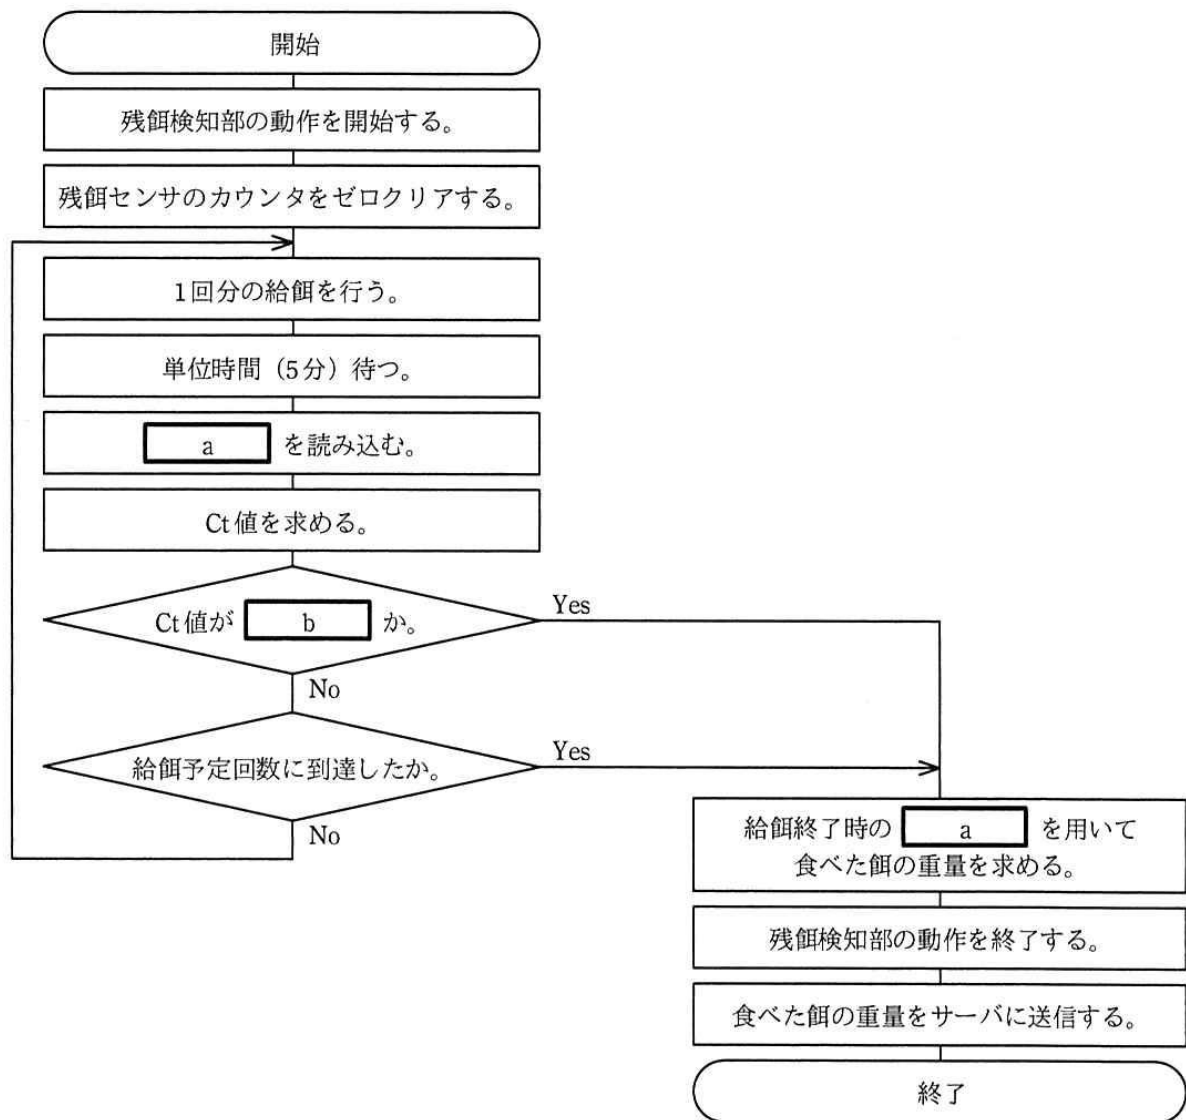

図3 給餌処理フロー
給餌日時になったときの給餌処理フローを図 3 に示す。
- (1) 図 3 中の a , b に入れる適切な字句を答えよ。
- (2) 養殖魚が食べた餌の重量の算出方法について、次の式中の c ~ f に入れる最も適切な字句を解答群の中から選び、記号で答えよ。